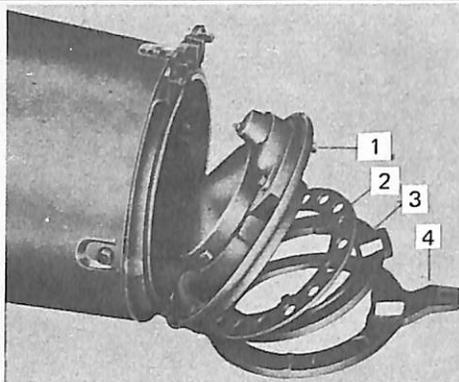

Fig. 26 - Componentes do sistema de distribuição de sementes: platô (1), disco de distribuição (2) e base (3 e 4)
-Depósito de sementes - colocado atrás do de adubo, possui também o mecanismo distribuidor (Fig. 26) na sua parte inferior. O seu acionamento, em conjunto com o de distribuição de adubo, provém da roda de acionamento. O mecanismo de distribuição de sementes varia com a máquina, sendo, em linhas gerais, composto: de: platô (1) - colocado sobre o disco distribuidor (2), permite que apenas uns poucos orifícios destes entrem em contato com as sementes, as quais os preenchem (os outros orifícios ficam encobertos pelo platô). Neste componente existe dispositivo para eliminar o excesso de sementes e um martelete de ejeção que expulsa, de maneira positiva, as sementes alojadas nos orifícios do disco, quando os